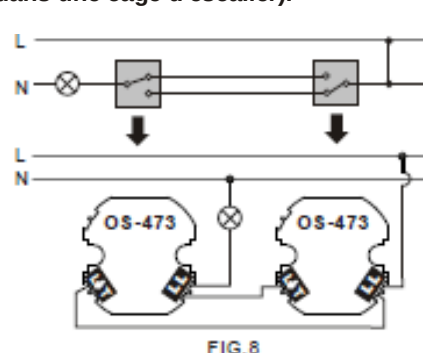
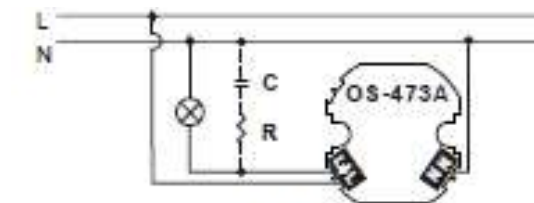

FIG. 8
FIG. 9
3.2.1.3 La FIG. 8 représente deux interrupteurs muraux à capteur remplaçant deux interrupteurs va-et-vient :
3.2.2.1 Câblage d'un seul interrupteur mural à capteur (voir FIG. 9).
Pour brancher l'éclairage conducteur, mettre le condensateur X₂ (0,22 µF) et la résistance R (100 Ω, 2 W) en parallèle entre les bornes N et L' (voir FIG. 8 & FIG. 9).